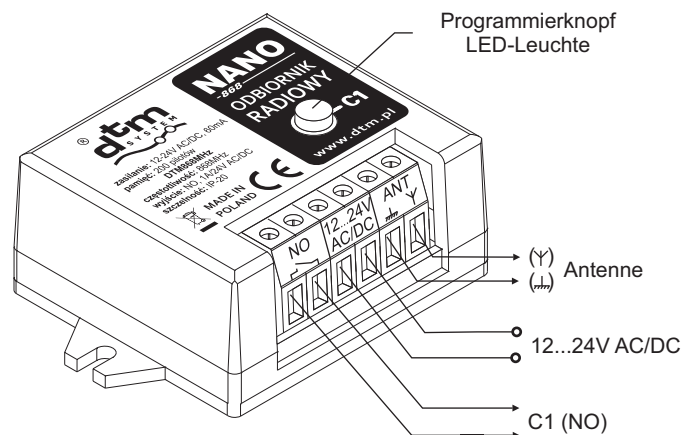

Abb.1. Abbildung des Gerätes mit der Beschreibung von Anschlüssen.
Der Empfänger ist bestimmt für die Montage in Innenräumen, bzw. im Gehäuse von anderen Automatikgeräten bei Gewährleistung von entsprechenden technischen Parametern des Empfängers. Der Empfänger soll auf den Stellen nicht montiert werden, die großer Feuchtigkeit und häufigen und plötzlichen Temperaturschwankungen ausgesetzt sind. Da von Außen die Schraubverbindungen zugänglich sind, ist eine galvanische Isolierung von anderen Geräten und Kabeln notwendig, insbesondere bei Montage im Gehäuseinneren eines anderen Gerätes. Zu beachten ist auch die Thermoisolierung von sonstigen Geräten, die eine hohe Temperatur erreichen können (Motoren, Transformatoren, Steuerungssystemen, jeglichen Strahler usw.) Der Elektroanschluss ist gem. Abb. 1 durchzuführen, wo der Empfänger mit der Beschreibung von Ausgängen beschrieben ist. An der Klemme (Y) ist vom Werk eine Drahtantenne angeschlossen. Optional kann eine zusätzliche Antenne eingesetzt werden, indem sie mit einem Schaltkabel mit dem Wechselstromwiderstand 50Ω für die Klemme (Y) - mittlere Kabelader, (—/—)-Kabelschirm.